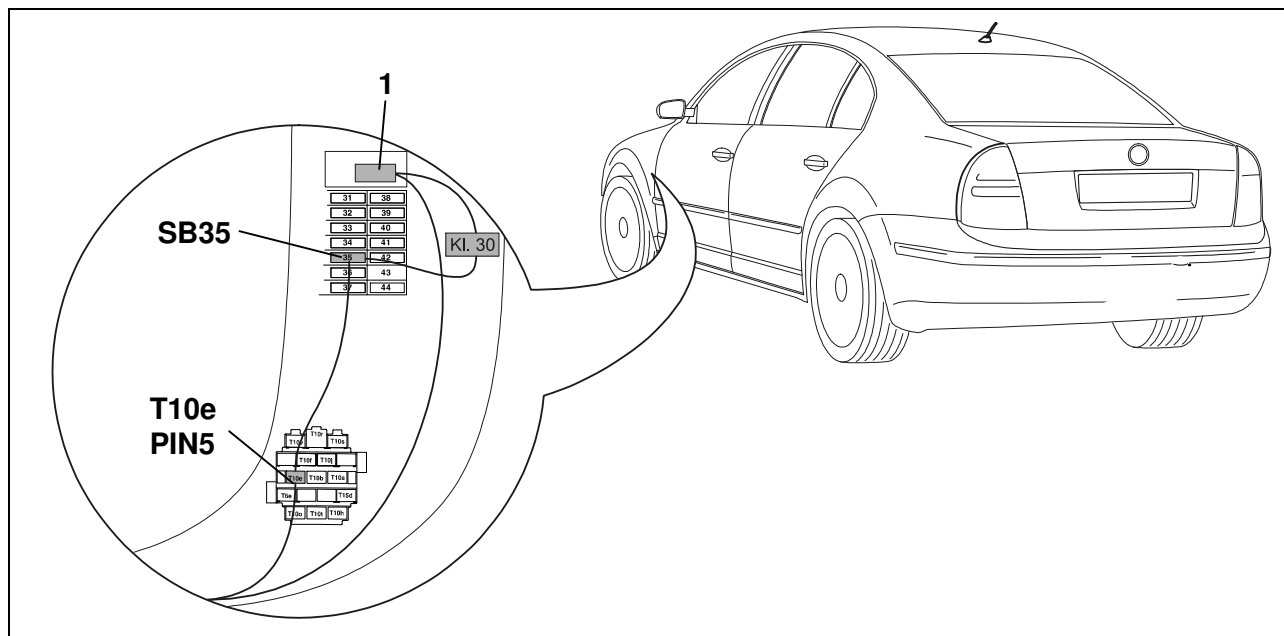

Fig. 2 : Aperçu du montage
15. Raccorder le court fil rouge (courant permanent) sur la boîte T10e, sur la broche 5 (Fig. 2).
18. Mener la deuxième extrémité du fil sur le bloc de fusibles SB 35 (Fig. 2).
19. Etablir une connexion du boîtier T10e, broche 5 vers le bloc fusibles SB 35 (Fig. 2) avec le deuxième fil rouge unique. Placer une résistance de 30 A en position 35.
20. Fixer les anneaux sur la connexion 30a (Fig. 2).